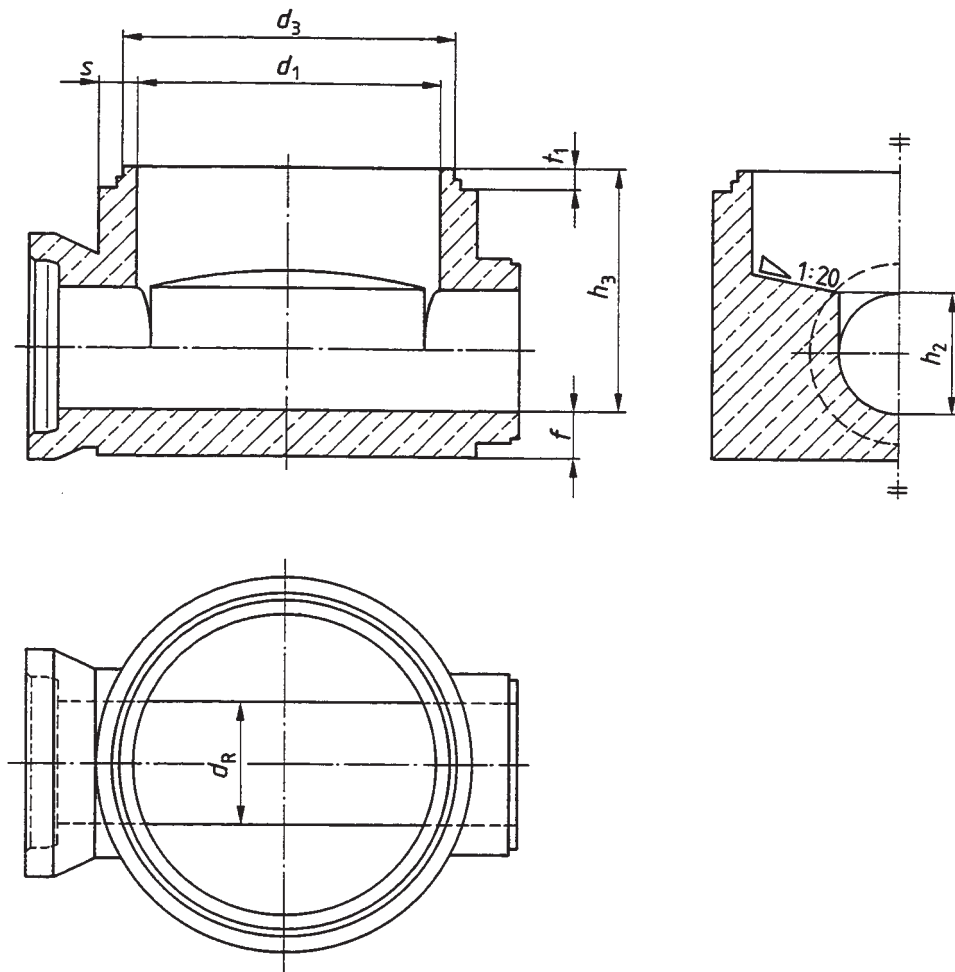

Bild 3: Schachtunterteil (SU-M) mit eingebauten Anschlußstücken
- Schachtwand mit angeformter Muffe (siehe Bild 2) oder eingebauten Anschlußstücken (Muffe oder Spitzende) zum Anschluß von Gelenkstücken (siehe Bild 3)